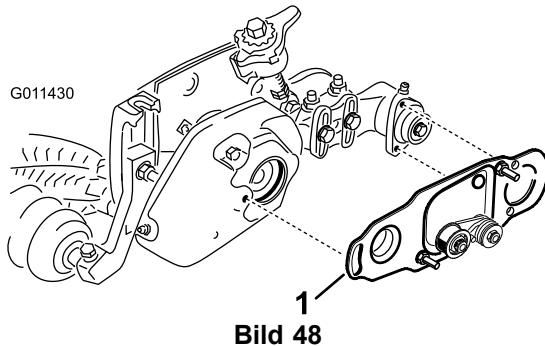

Bild 48
5. Wenn eine Rollenbürste montiert ist, stellen Sie sicher, dass die Bürstenplatte (Bild 48) parallel zur Seitenplatte der Schneideeinheit und ganz in die Gummidichtungen eingesteckt ist.